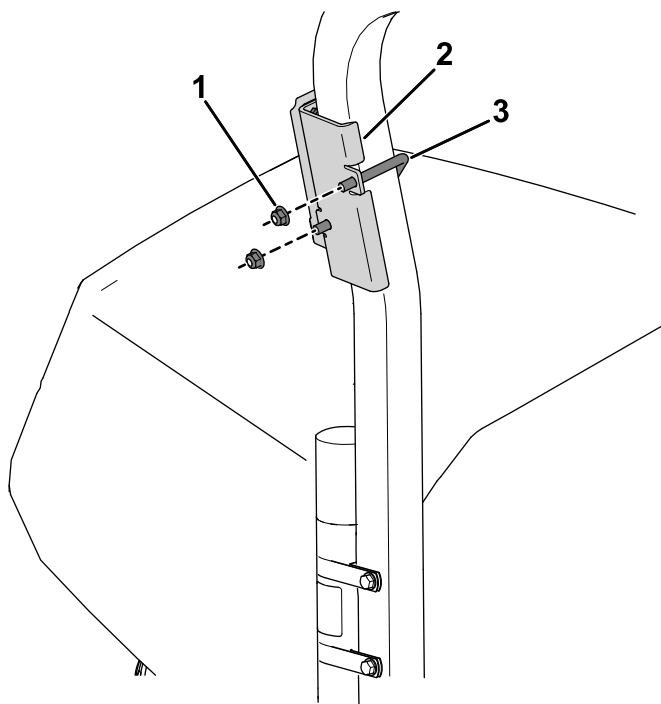

図 7
2. Uボルトとフランジナット (¾") 2個を使って、デバイスブラケットをロールバーのマニュアルチューブの上の領域に固定する(図 7)。